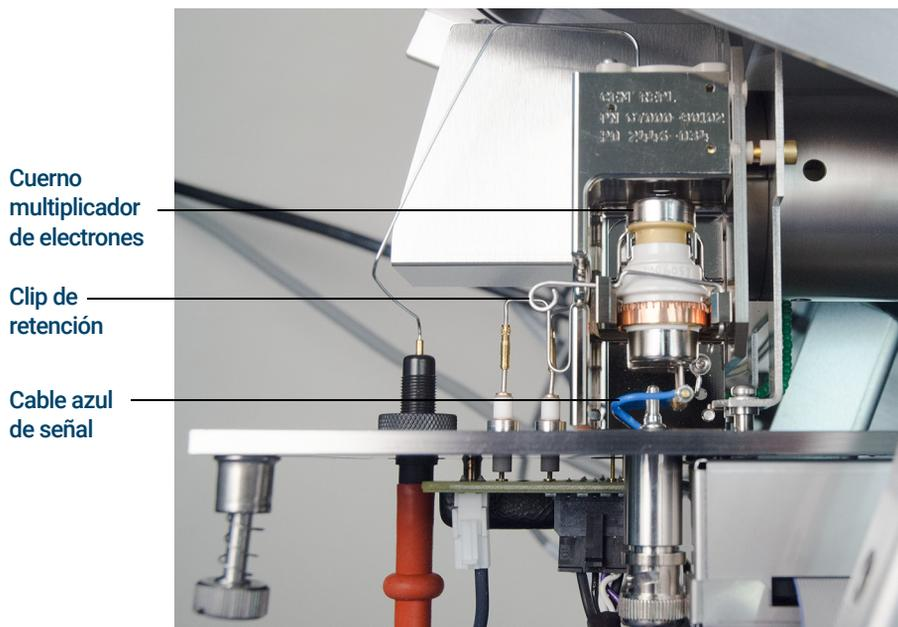

Figura 73. Sustitución del cuerno multiplicador de electrones en un detector de la serie 2
- 3 Retire el cable azul de señal del conector de la placa lateral. (Consulte la **Figura 73** en la página 242).
- 4 Abra el clip de retención. (Consulte la **Figura 73** en la página 242). Levante el brazo del clip y bascule el clip para alejarlo del cuerno multiplicador de electrones.